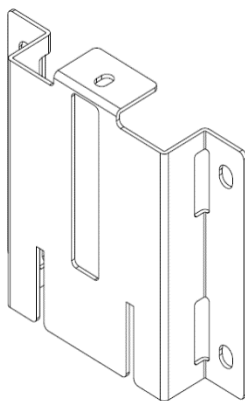

Рисунок 6.7. Металлический держатель для крепления на опоре и настенного монтажа
1. Вначале при помощи бандажной металлической ленты на опору крепится металлический держатель (Рис. 6.7.).